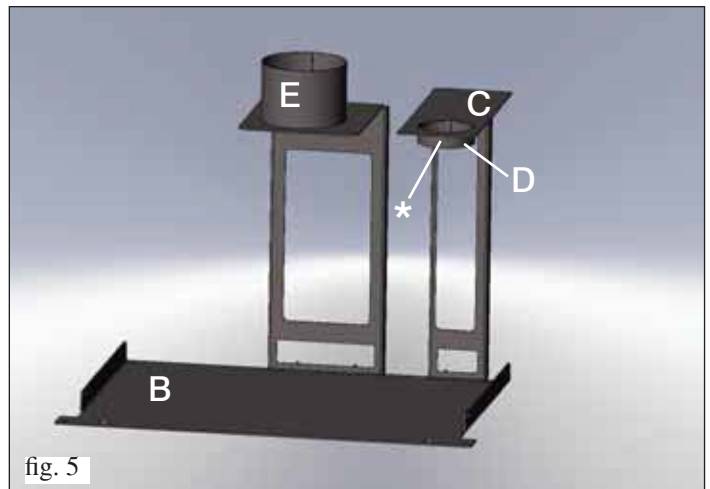

fig. 5
- Cortar el tubo a medida y adaptar el terminal del mismo tubo al collar de la abrazadera de centrado (E fig. 3 al lado y fig. 5 en la pág. 68) y fijarlo por medio de las abrazaderas suministradas.
Ensamblar el kit de facilitación como en la fig. 5.
• Adaptar el tubo de humos en el collar de la abrazadera (**C**) apoyándolo en el tornillo correspondiente (\*) (fig. 5).
• Adaptar el tubo de carga pellet en el collar de la abrazadera (**E** fig. 5 al lado y fig. 3 en la pág. 66) fijándolo con la abrazadera suministrada.